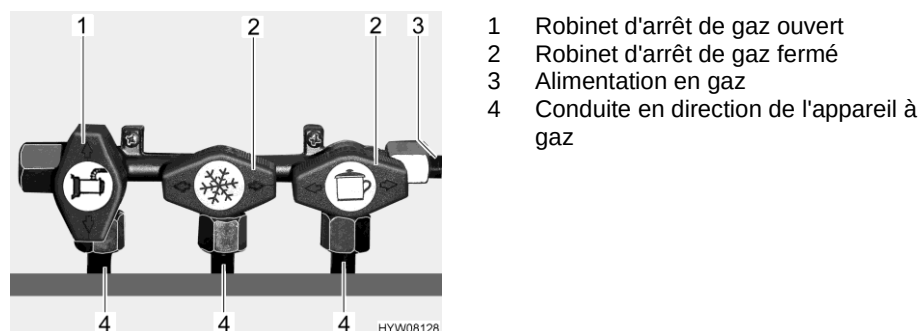

Fig. 62 Position des robinets d'arrêt de gaz (exemple)
- Placer le robinet d'arrêt de gaz de l'appareil à gaz concerné parallèlement (Fig. 62,1) à la conduite (Fig. 62,4) amenant à l'appareil.
- Placer le robinet d'arrêt de gaz de l'appareil à gaz concerné transversalement (Fig. 62,2) à la conduite (Fig. 62,4) amenant à l'appareil.